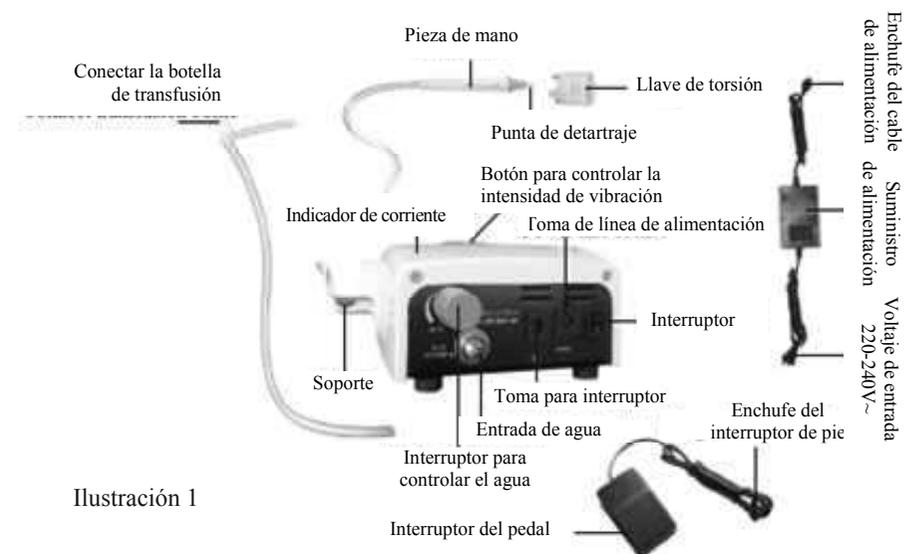

Ilustración 1
- 1.4.1. Los componentes del equipo se muestran en la Ilustración 1: